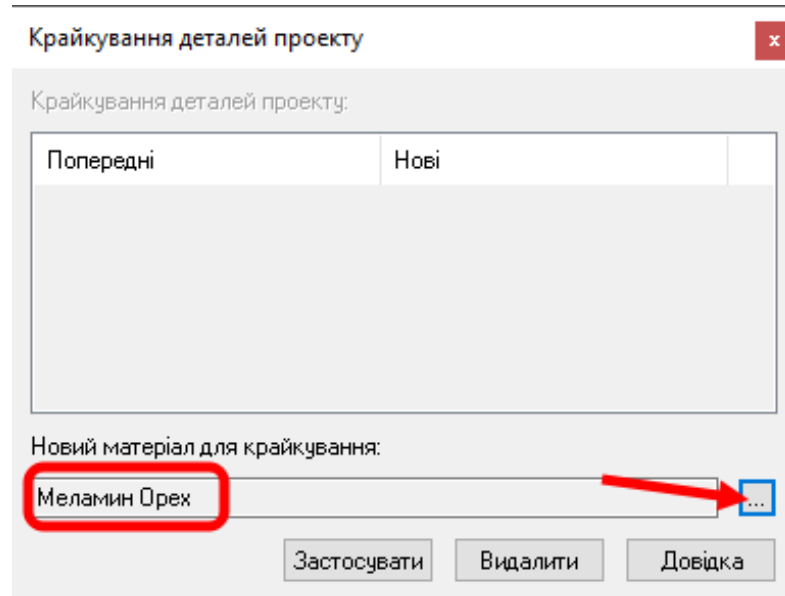

Рис. 3.7. Вибір матеріалу для крайкування деталей виробу
- в діалоговому вікні «*Крайкування деталей проекту*» вибрати матеріал для крайкування «*Меламин Орех*» і натиснути кнопку «*Застосувати*» (рис. 3.7);